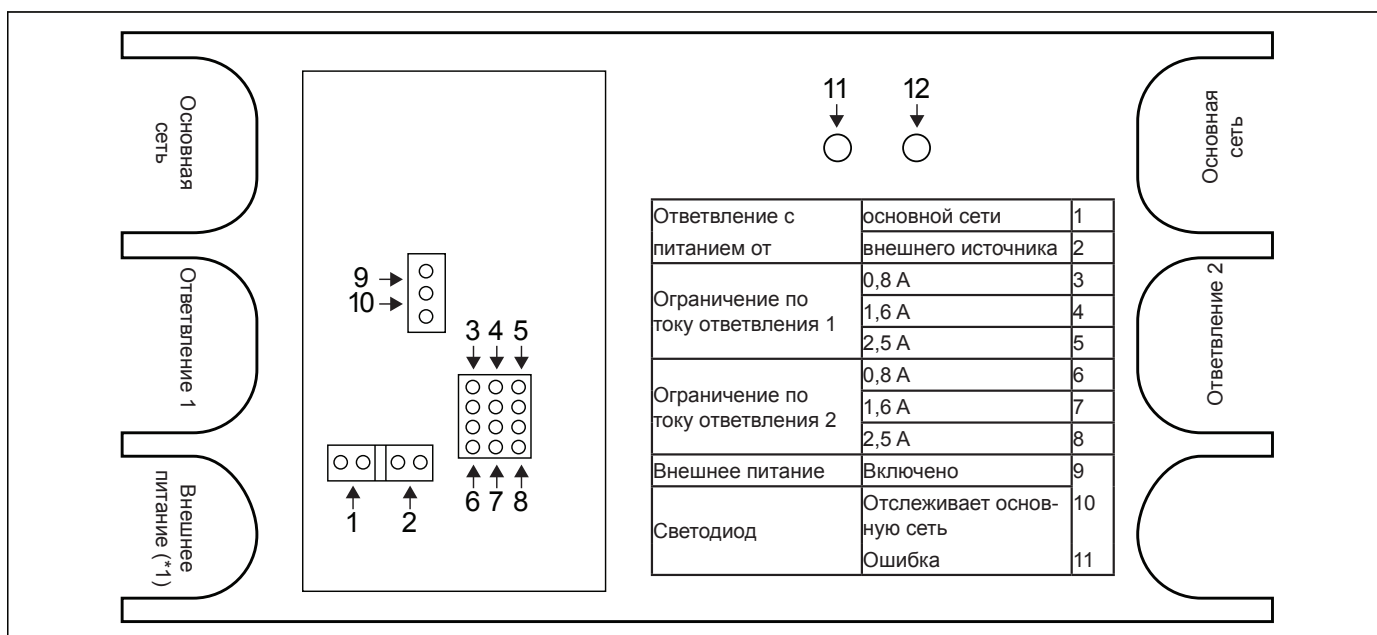

рисунок 41.2: Наклейка внутри сетевого разветвителя
- 4 **Крышка** – Для доступа к внутренним средствам управления (см. раздел 41.3). На задней части крышки есть наклейка с информацией по внутренним настройкам (см. рисунок 41.2).
Наклейка на задней части крышки сетевого разветвителя отображает информацию о внутренних соединениях (см. рисунок 41.2). Вы можете менять настройки при помощи блоков переключателей, расположенных внутри сетевого разветвителя.